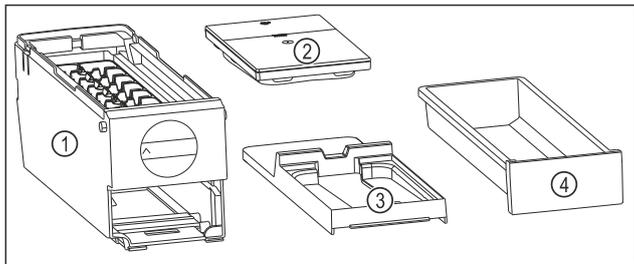

Fig. 132 Sastavni dijelovi sustava EasyTwist-Ice
- ▶ EasyTwist-Ice je rastavljen u četiri dijela. (pogledajte Fig. 132)
- ▶ Sustav EasyTwist-Ice rastavite samo u dijelove prikazane slikom. (pogledajte Fig. 132)
- ▶ Tijelo sustava EasyTwist-Ice Fig. 132 (1) čistite kao cjelinu.